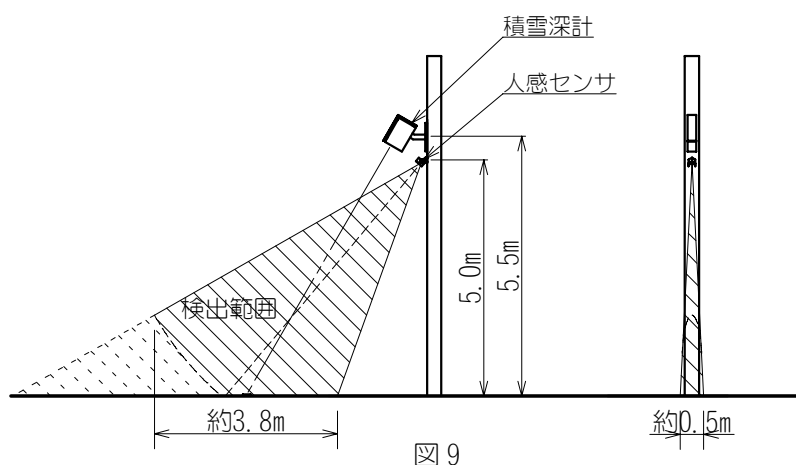

図 9
本センサは、焦電赤外線センサを使用して検出対象と周囲の温度差を検知するため、人体以外の熱源を検出したり、熱源の温度変化および移動がない場合には検知しない場合がありますが、およそその人体検出エリアは、図 9 のようになります。
1. 人体検出は、図 9 検出範囲内で、20 本の検出ゾーンを使用して検出するため、上記検出範囲内すべてで検出するものではありません。